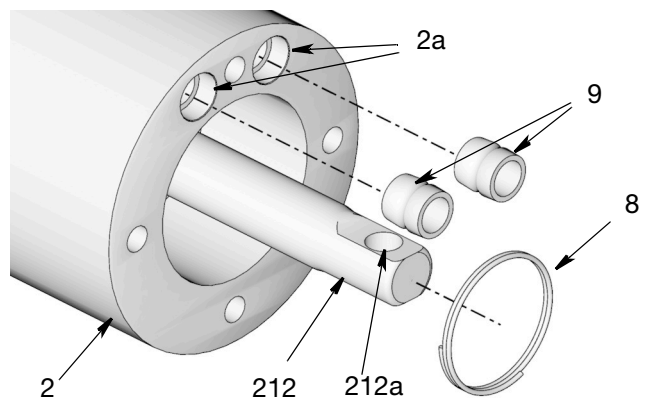
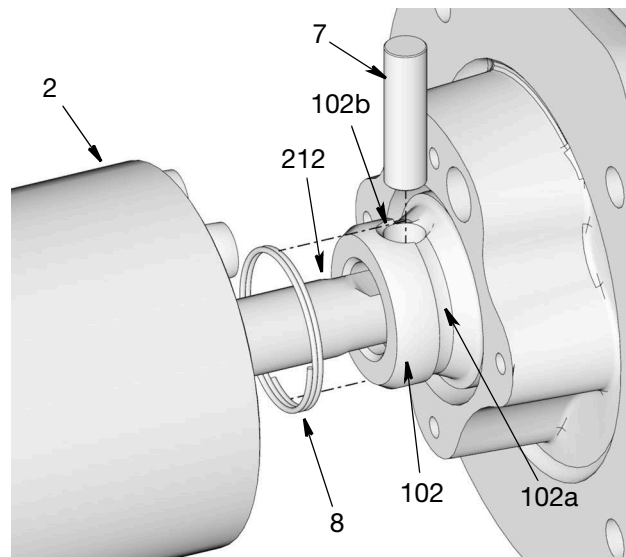
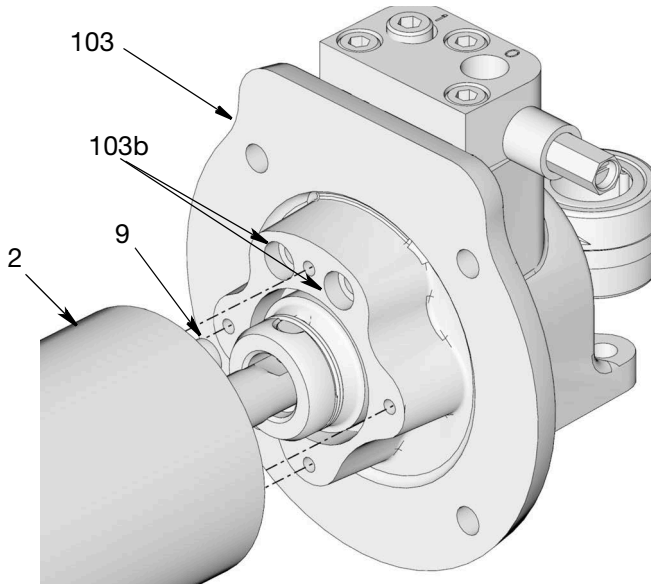

图 45
图 46
图 47
18. 向上推位移杆组件, 直至位移杆 (212) 超出泵适配器 (2), 如图 45 所示。
19. 在垫圈密封件 (9) 上涂抹薄薄一层润滑脂。将密封件安装在泵适配器 (2) 上, 如图 45 所示
20. 将弹簧 (8) 放置在位移杆 (212) 的端部, 如图 46 所示。
21. 将泵从台钳上拆下。将位移杆 (212) 上的孔 (212a) (图 45) 与连接杆上的孔 (102b) (图 46) 对齐。将销钉 (7) 推入销孔内。
22. 将弹簧 (8) 滑到销钉 (7) 上, 将销钉紧固就位。让弹簧位于连接杆 (102) 的沟槽 (102a) 中, 防止泵运行时移动。
23. 将泵适配器 (2) 中两个垫圈密封件 (9) 与齿轮箱泵支架 (103) 的两个孔 (103b) 对齐。将泵下部和泵组件推到一起 (图 47)。